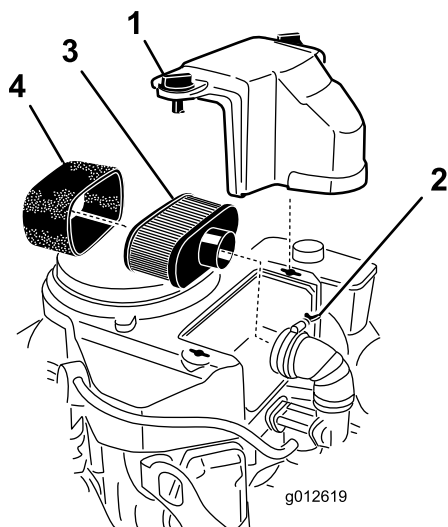

図 41
3. エアクリーナを外したときエンジン内部に異物が入らないよう、周辺をきれいに拭く(図 41)。
4. エアクリーナのカバーのノブのねじをゆるめてカバーを外す 図 41。
5. エアクリーナのホースクランプをゆるめてエアクリーナアセンブリを外す 図 41。
6. ペーパーエレメントからスポンジエレメントを注意深く取り外す (図 41)。
1. ペーパーエレメントを軽くたたいて、たまっているほこりを落とす。汚れがひどい場合には、新しいペーパーエレメントに交換する 図 41。
1. ペーパーエレメントに、注意深くスポンジエレメントを取り付ける 図 41。
2. エアクリーナのベースまたはホースにエアクリーナアセンブリを取り付けて固定する 図 41。
3. エアクリーナのカバーを取り付け、ノブを締め付けて固定する 図 41。